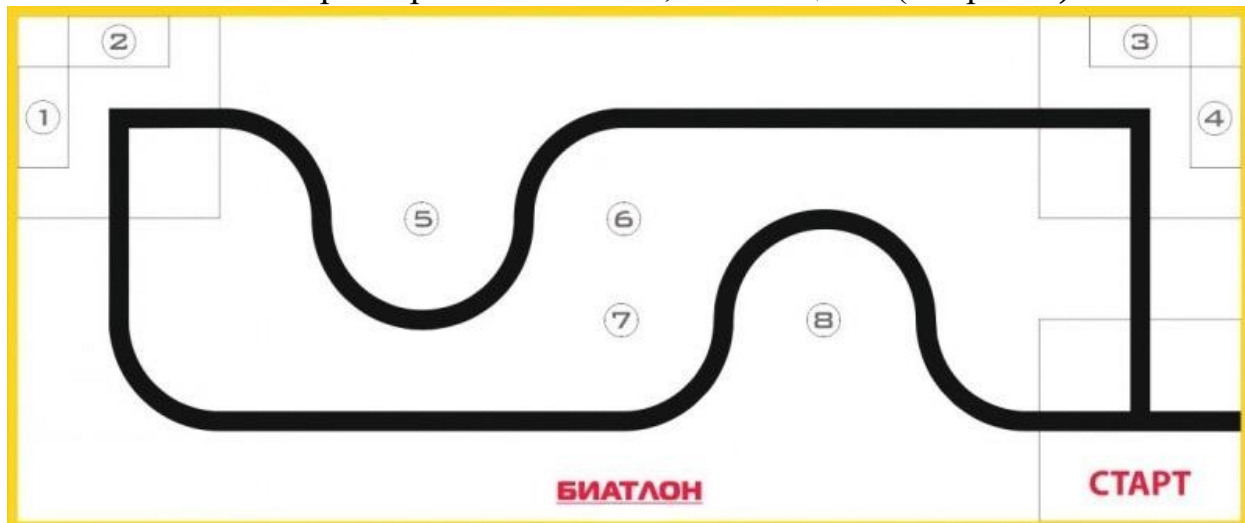

Рис. 1 Поле
5.1 Основное поле: размер 2420x1000 мм, белого цвета (см. рис. 1)